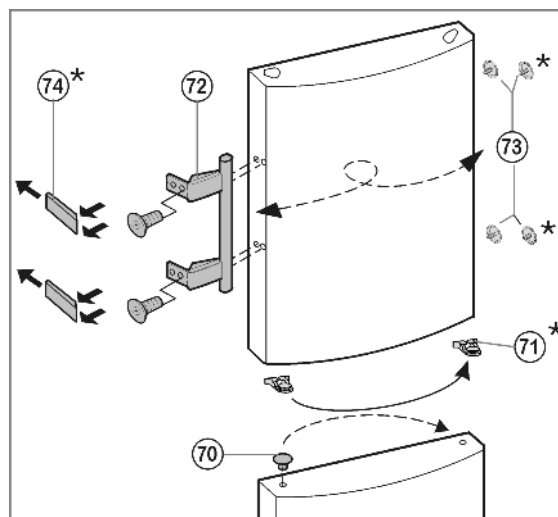

Fig. 10
- ▶ **Op de onderste deur:** Til de stop *Fig. 10 (70)* uit de deurlagerbus en plaats hem om.
- ▶ **Op beide deuren:** Demonteer deurgreep *Fig. 10 (72)*, stop *Fig. 10 (73)* en drukplaten\* *Fig. 10 (74)* en monteer ze aan de tegenoverliggende kant.